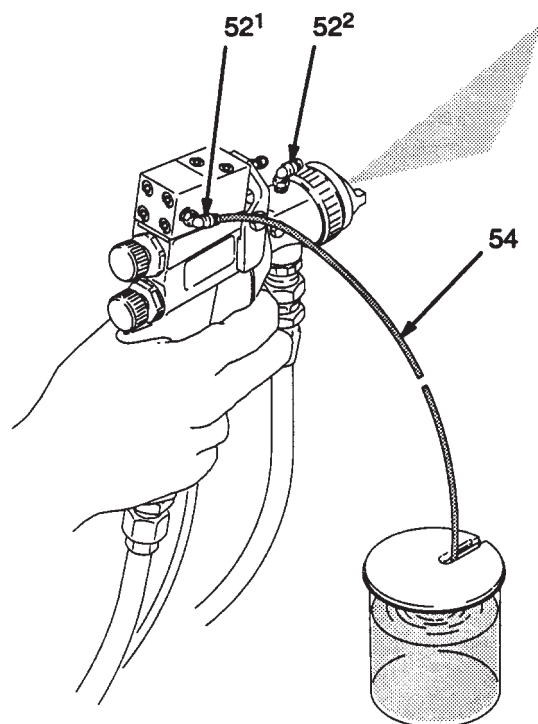

Fig. 19
2. Poser un couvercle sur le bécher pour empêcher l'activateur pulvérisé en brouillard de s'échapper. Voir la Fig. 19.
4. Connecter le tube de vérification du mélange (54) (fourni avec le pistolet) au raccord de sortie (52¹) du robinet d'activateur, comme illustré à la Fig. 19. Tourner le raccord (52²) en direction de l'avant du pistolet.
8. Placer le tube de vérification du mélange (54) dans le bécher, comme illustré à la Fig. 19.